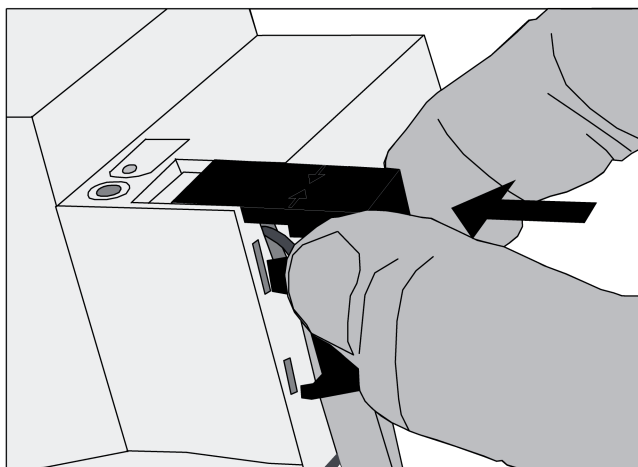

Figure 7: Mise en place du capuchon de protection
- Enfoncer le capuchon de protection sur la borne de bus, jusqu'à ce qu'il s'encliquète (figure 7).